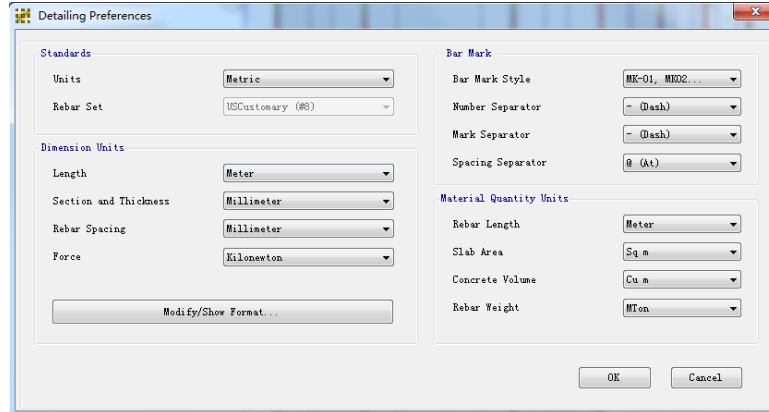

图 43 详图首选项对话框
- A. 点击命令**详图菜单 > 详图首选项**打开详图首选项对话框，如图 43 所示。